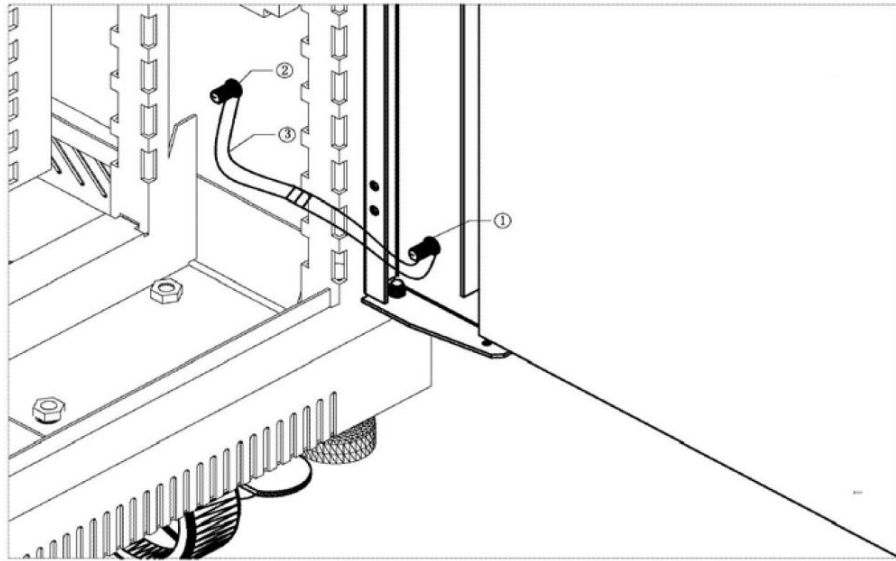

图4 机柜接地示意图
机柜门转轴处有一条黄色的接地螺丝（如图 4 中的标识①），在相同的位置，机柜部分也有一个（如图 4 中的标识②），用导线将这两条接地线连接。